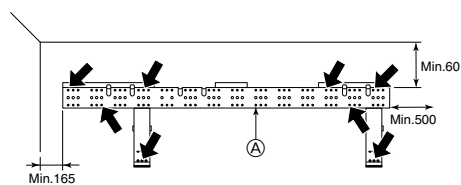

Fig. 3-5
- ▶ Zet de muurbevestigingsmal vast via de middelste rij gaten - diameter 12 mm - met behulp van bouten met een schroefdraad van M10 of W3/8 (doorloopbouten, boutanker en moeranker). U dient deze bouten zelf te kopen. Het uiteinde van de bout mag niet meer dan 15 mm, uit het muuroppervlak uitsteken. (Fig. 3-5)